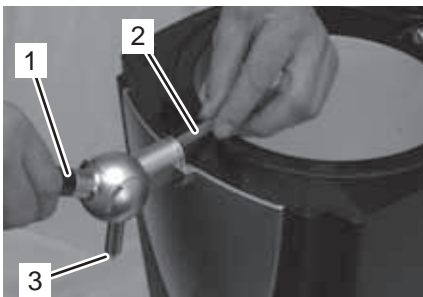

Fig. 27
9. Poussez le levier distributeur (Fig. 27/1) complètement vers le bas.
10. Veuillez introduire le tuyau distributeur (Fig. 27/2) dans la cannelure de sorte qu'il dépasse un peu au-dessous, à la sortie de la cannelure (Fig. 27/3). Faites-le alors tourner un peu dans tous les sens pour faciliter l'insertion.
11. Ramenez le levier distributeur (Fig. 27/1) vers le haut et relâchez-le.